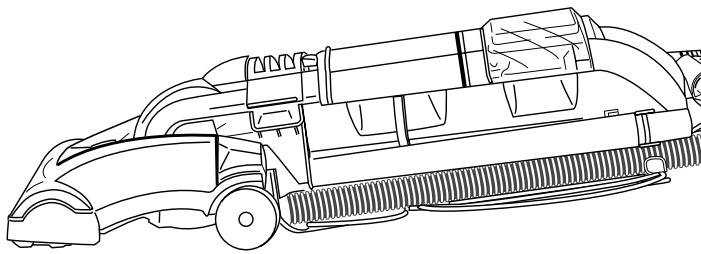

FIG. 26
Step 1: Lower handle to floor to change lightbulb (FIG. 26).
Étape 1 : Baisser le manche jusqu'au plancher pour changer l'ampoule (FIG. 26).
Paso 1: Baje el mango hasta el piso para cambiar el foco de luz (FIG. 26).